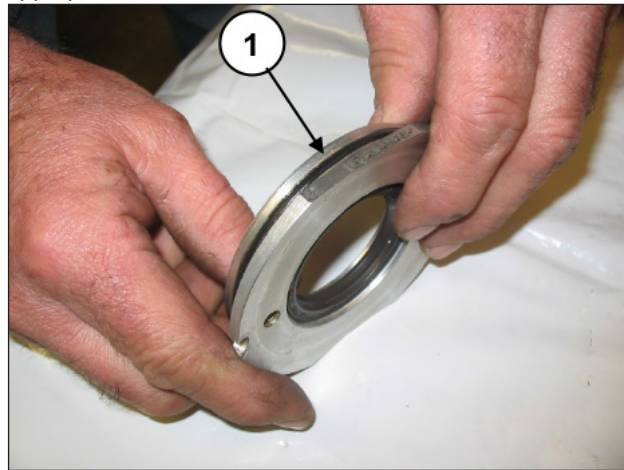

Fig. 118
Placer le joint torique (rep. ①, Fig. 118) dans le logement du couvercle de joint Spi et, à travers l'ouverture ou la lumière supérieure du carter, placer le groupe monté dans le logement approprié.